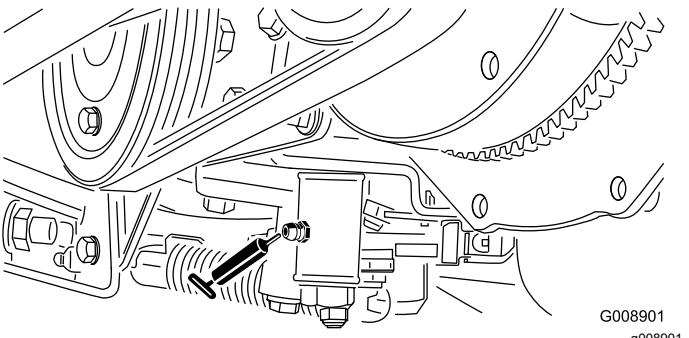

Figura 67
2. Sollevate con i cavalletti la parte posteriore della macchina sotto il motore della ruota posteriore (Figura 67).
- Meccanismo di regolazione della folle (Figura 67)